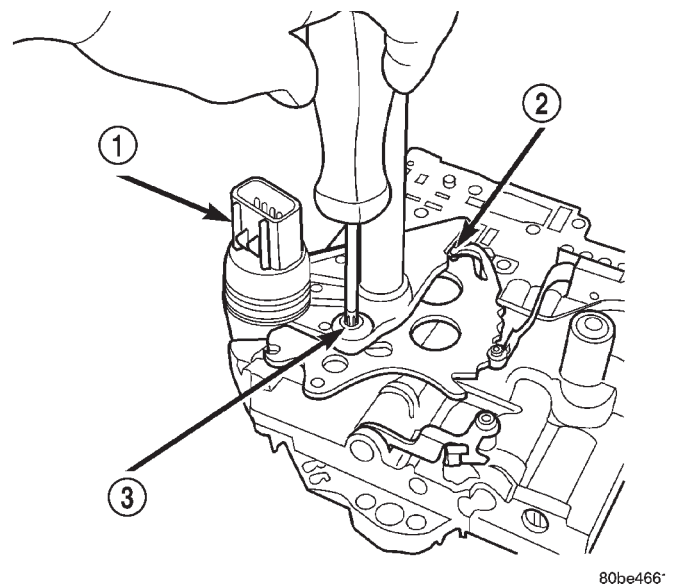

Fig. 311 Desmontaje del sensor de posición de la transmisión
- (1) Retire del transeje el conjunto del cuerpo de válvulas. (Consulte el grupo 21 - TRANSMISION/TRANSEJE/AUTOMATICO - 41TE/CUERPO DE VALVULAS - DESMONTAJE).
- (2) Retire el perno de retención del sensor de posición de la transmisión y retire el sensor del cuerpo de válvulas (Fig. 311).
(1) Instale el Sensor de posición de la transmisión (TRS) en el cuerpo de válvulas y apriete los pernos de retención (Fig. 311) con una torsión de 5 N·m (45 lbs. pulg.).
(2) Instale el cuerpo de válvulas en el transeje. (Consulte el grupo 21 - TRANSMISION/TRANSEJE/AUTOMATICO - 41TE/CUERPO DE VALVULAS - INSTALACION).